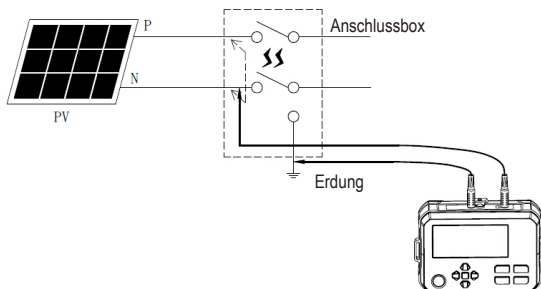

Abbildung 14.6 Messen Sie zwischen P und N im Kurzschlusszustand.
2. Vergewissern Sie sich, dass die Array-Spannung ca. 0 V beträgt, bevor Sie die Messleitungen anschließen (Abbildung 14.6).